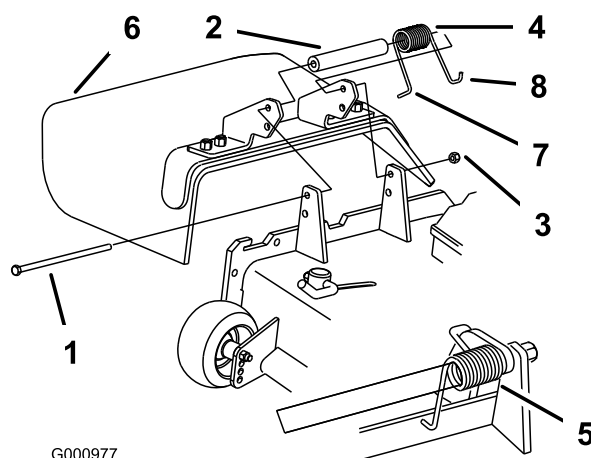

Figura 35
1. Retire la contratuerca, el perno, el muelle y el espaciador que sujetan el deflector a los soportes de pivote (Figura 35). Retire el deflector de hierba dañado o desgastado.
Nota: Asegúrese de colocar el extremo en L del muelle detrás del reborde de la unidad de corte antes de instalar el perno, según se muestra en la Figura 35.
3. Instale el perno y la tuerca. Coloque el gancho en J del muelle alrededor del deflector de hierba (Figura 35).